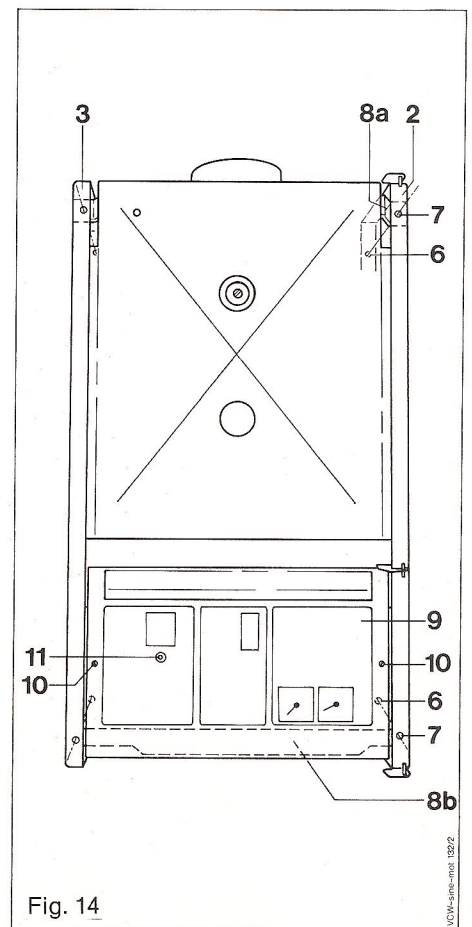

Fig. 14
- a) Smontare il pannello intermedio (9) fig. 14.
- b) Allentare le viti (1) di circa due o tre giri.
- c) Levare il ceneriere (2).
- d) Smontare completamente la vite (3).
- e) Piegarlo leggermente verso un lato il tubo (4a) con il raccordo (4).
- r) Rimontare il pannello intermedio (9) fig. 14.
- b) Smontare il raccordo (6) e spostare leggermente a lato il tubo (6a).
- c) Svitare le n° 3 viti (7) e spostare a lato il depresso (8).
- e) Svitare le n° 4 viti (9) le altre due viti della parte destra sono accessibili dai fori sul lamierino (10).
- h) Dopo aver montato il nuovo ugello aria 5 applicare il nuovo operatore e fissarlo con le n° 4 viti (9). Controllare la stampigliatura del nuovo ugello aria (vedi cap. 11.2.2).
- i) Rimontare il depresso (8) e serrare le viti (7).